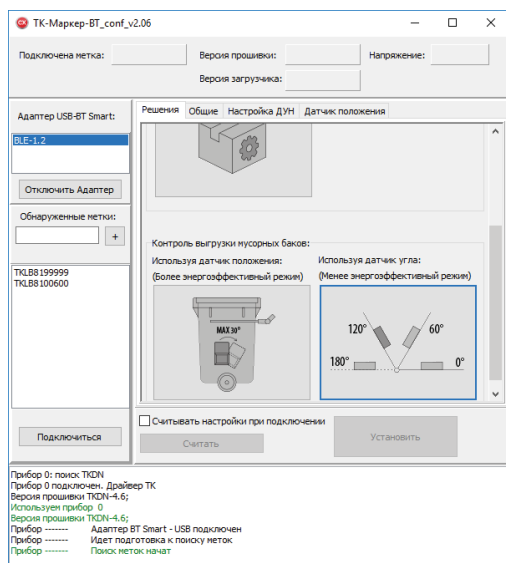

Рис.14. Настройка контроля выгрузки мусорных баков по датчику угла наклона.
- **Использование датчика угла (Рис.14).** При выборе данного режима датчик угла наклона, встроенный в беспроводную метку, определяет выход угла наклона контейнера за пределы диапазона от 0 до  $\pm 120$  градусов. При отклонении мусорного контейнера с установленной меткой на угол более 120 градусов происходит срабатывание виртуального выхода 1 метки. Детально посмотреть параметры устройства в этом режиме вы можете на вкладке «Настройка ДУН».